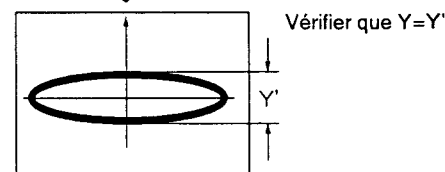

Fig. 2 Courbe de Lissajous de la piste externe du disque (CD)
5. Fermer la boucle d'asservissement TRKG et rechercher l'image #100, puis ouvrir à nouveau la boucle d'asservissement TRKG pour observer la courbe de Lissajous. A ce moment, vérifier que l'amplitude de l'axe Y de la courbe de Lissajous est égale à celle notée à l'étape 4. (Fig. 2)